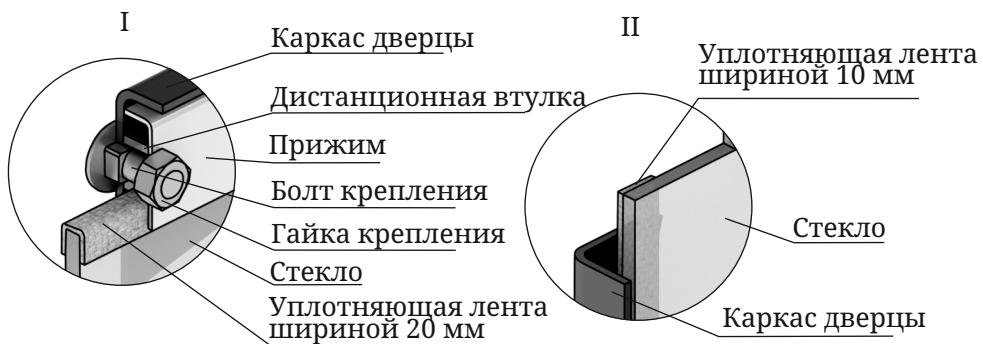

Рисунок 9. Крепление светорозрачного экрана дверцы модификации «Витра»
1. Отверните две гайки, фиксирующие прижим (рисунок 9.I), демонтируйте его и дистанционные втулки.
сверху и снизу стекла «П» - образно (рисунок 9.I), лента шириной 10 мм наклеивается вертикально, вдоль боковых сторон стекла (рисунок 9.II).
4. Вставьте стекло в упор, при этом лента, наклеенная с боковых сторон (вертикальная) должна быть зажата между стеклом и каркасом дверцы (рисунок 9.II).
*Внимание! Гайки, крепящие прижим накручиваются на болты крепления через дистанционные втулки (рисунок 9.I).*